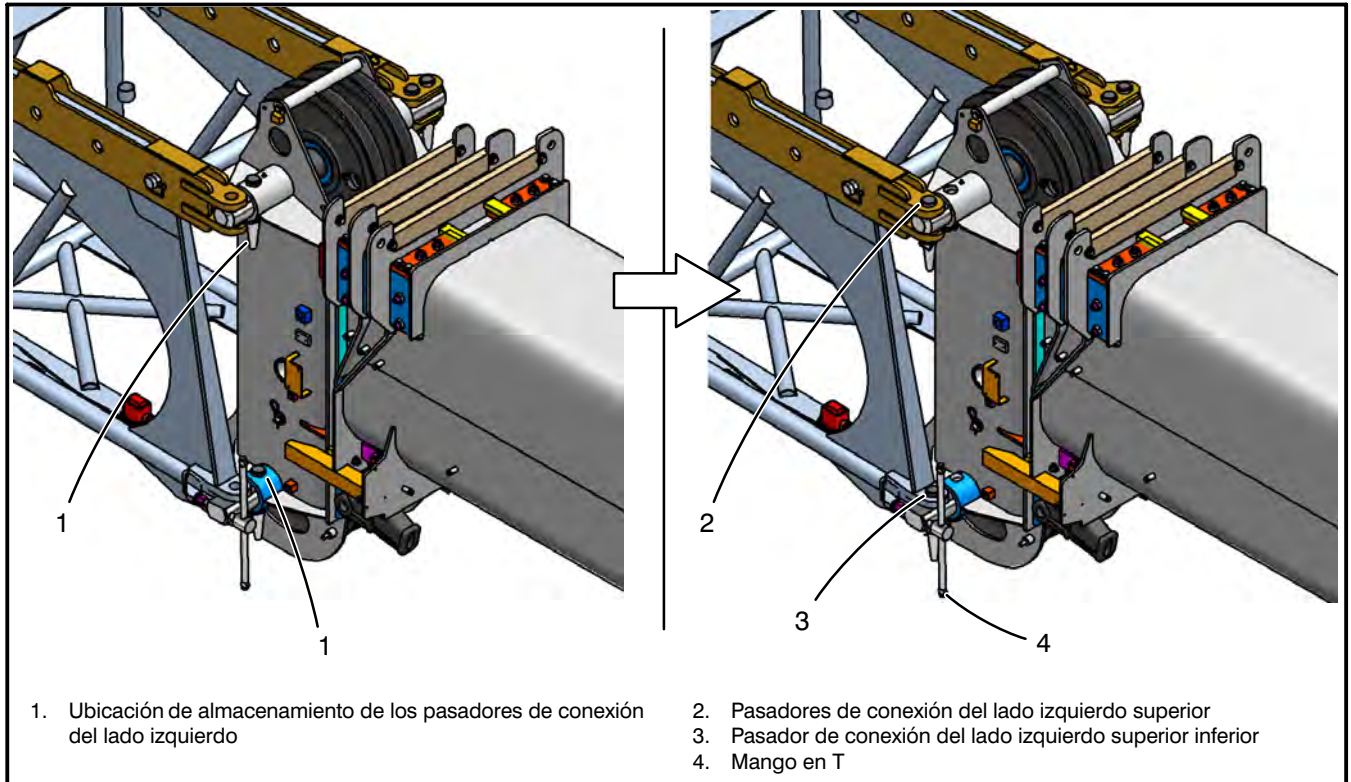

Figura 4-32
9. Retire los dos pasadores de conexión del plumín de los ejes transversales de la maquinaria de la cabeza de la pluma en el lado izquierdo de la cabeza de la pluma. Consulte la Figura 4-32. Instale el pasador superior para conectar la orejeta del plumín al eje transversal de la maquinaria de la cabeza superior al lado izquierdo de la cabeza de la pluma. Gire el mango en T para empujar y alinear la orejeta del plumín izquierda inferior con el eje transversal de la cabeza de la pluma inferior. Instale el pasador de conexión del plumín izquierdo inferior. (Instale los